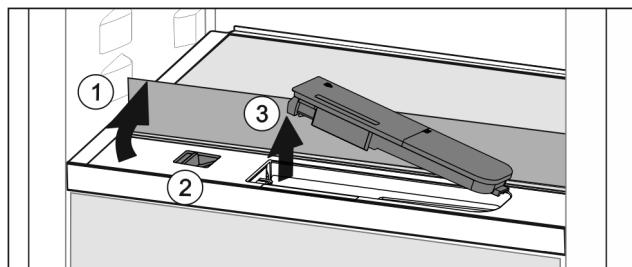

Fig. 57
- Повдигнете стъклената плоча и я завъртете до ограничителя назад Fig. 57 (1).
- Преместете пълзгача Fig. 57 (2) наляво.
- Извадете резервоара за вода Fig. 57 (3).